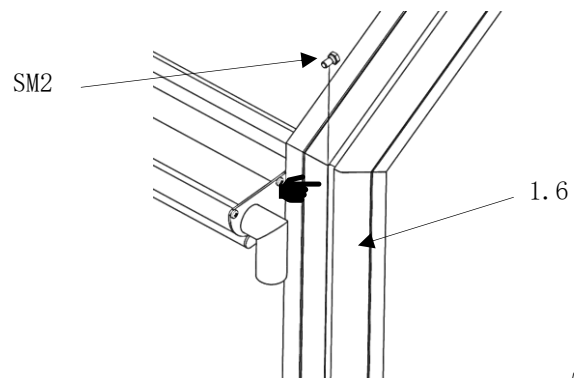

Abb. 127
- die Köpfe der Sechskantschrauben (**Pos. SM2**) werden von oben in die Nuten der Randprofile (**Pos. 1.6**) am Rückwandgiebel eingeführt. (Abb. 127)
- der Abstand zwischen der Oberkante des Fallrohrhalters und der Unterkante des Randprofils sollte **130 mm** betragen. (Abb. 127)